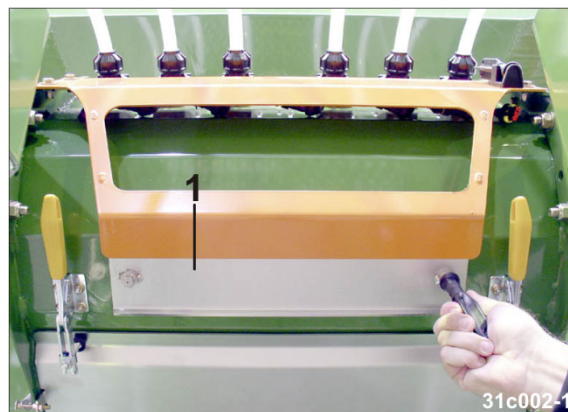

Рис. 260
3. Опорожнение сборника (Рис. 260/1) выполняется, как правило, после завершения работы в поле (см. главу «Опорожнение бункера и/или распределителя посевного материала», на стр. 181).